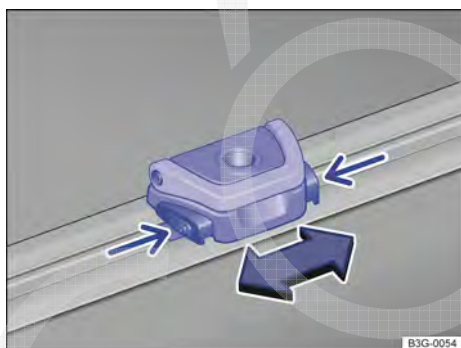

Fig. 251 No compartimento de bagagem: ajustar e remover os olhais de amarração.
- Pressionar os botões dos olhais de amarração → Fig. 251 (setas pequenas) ao mesmo tempo, e mantê-los pressionados.
- Colocar os olhais de amarração, conforme representado → Fig. 251, na posição desejada sobre o trilho, e soltar os botões.
- Deslocar os olhais de amarração no sentido desejado → Fig. 251 e soltar novamente os botões na posição desejada.